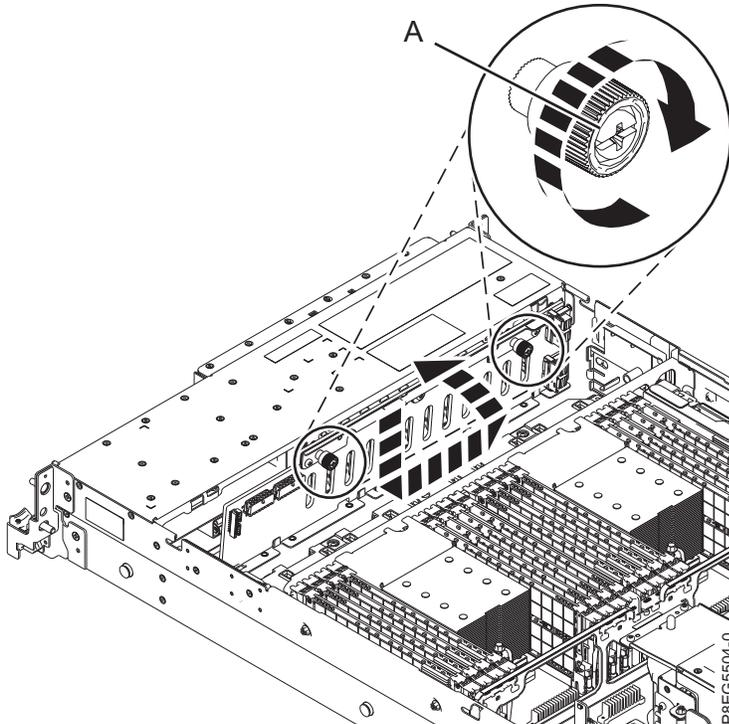

Abbildung 6. Plattenlaufwerksrückwandplatine wiedereinbauen
3. Tauschen Sie von der Vorderseite des Systems aus die Plattenlaufwerksrückwandplatine mithilfe der Leiste an der Oberseite der Rückwandplatine aus. Neigen Sie die Rückwandplatine zur Rückseite und lassen Sie sie in das Chassis herunter. Richten Sie die Aussparungen der Rückwandplatine an den Laschen im Chassis aus, um die Platine in das System einzufügen. Verschieben Sie die Rückwandplatine leicht nach links, um sie zu sichern (wie dargestellt in Abb. 6 auf Seite 9).